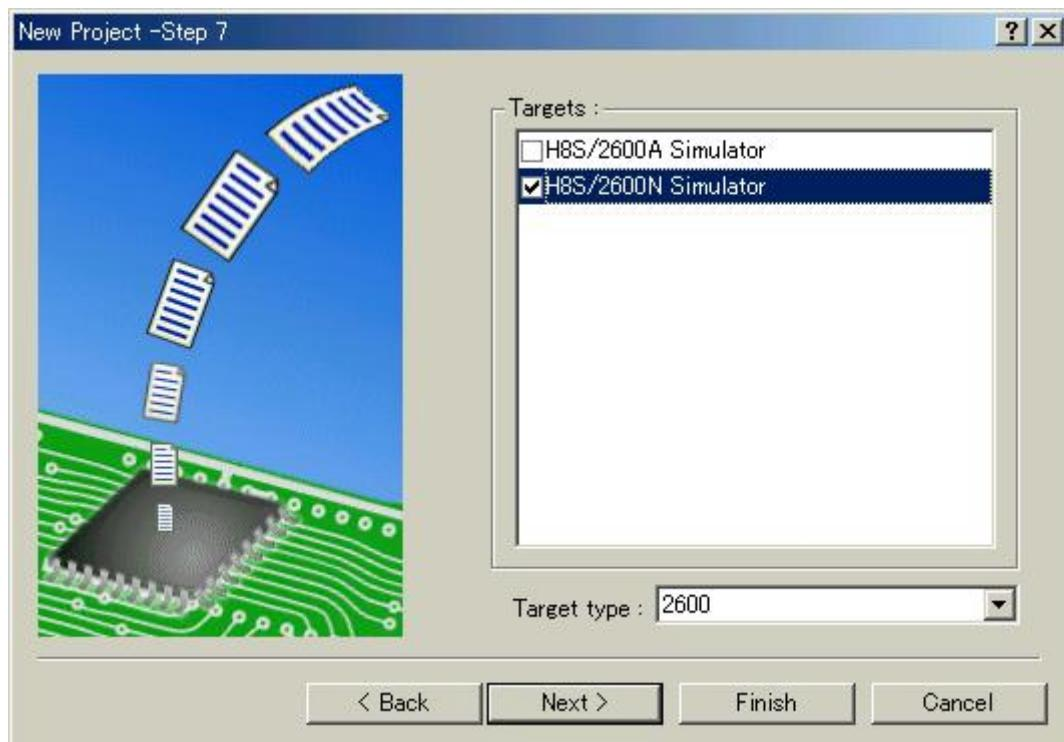

図 2.8 デバッガターゲット設定画面 (Step7)
Step6画面で [Next >] をクリックすると、図 2.8に示す画面を表示します。この画面で、デバッガターゲットを設定します。[Target:]から使用するデバッガターゲットを選択(チェック)してください。デバッガターゲットは、未選択でも複数選択してもかまいません。